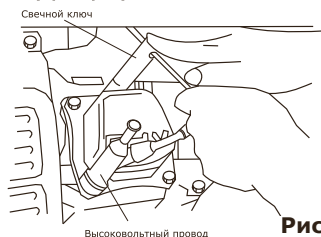
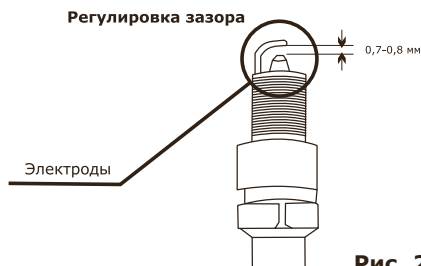

Рис. 24
Рис. 25
- Выверните свечным шестигранным ключом, входящим в комплект поставки, и осмотрите свечу (рис. 24). Электроды свечи должны иметь светло-коричневый цвет (рис. 25).
- Проверьте величину зазора между заземляющим и центральным электродами, используя специальный щуп. При необходимости установите зазор 0,76 мм (рис. 25).